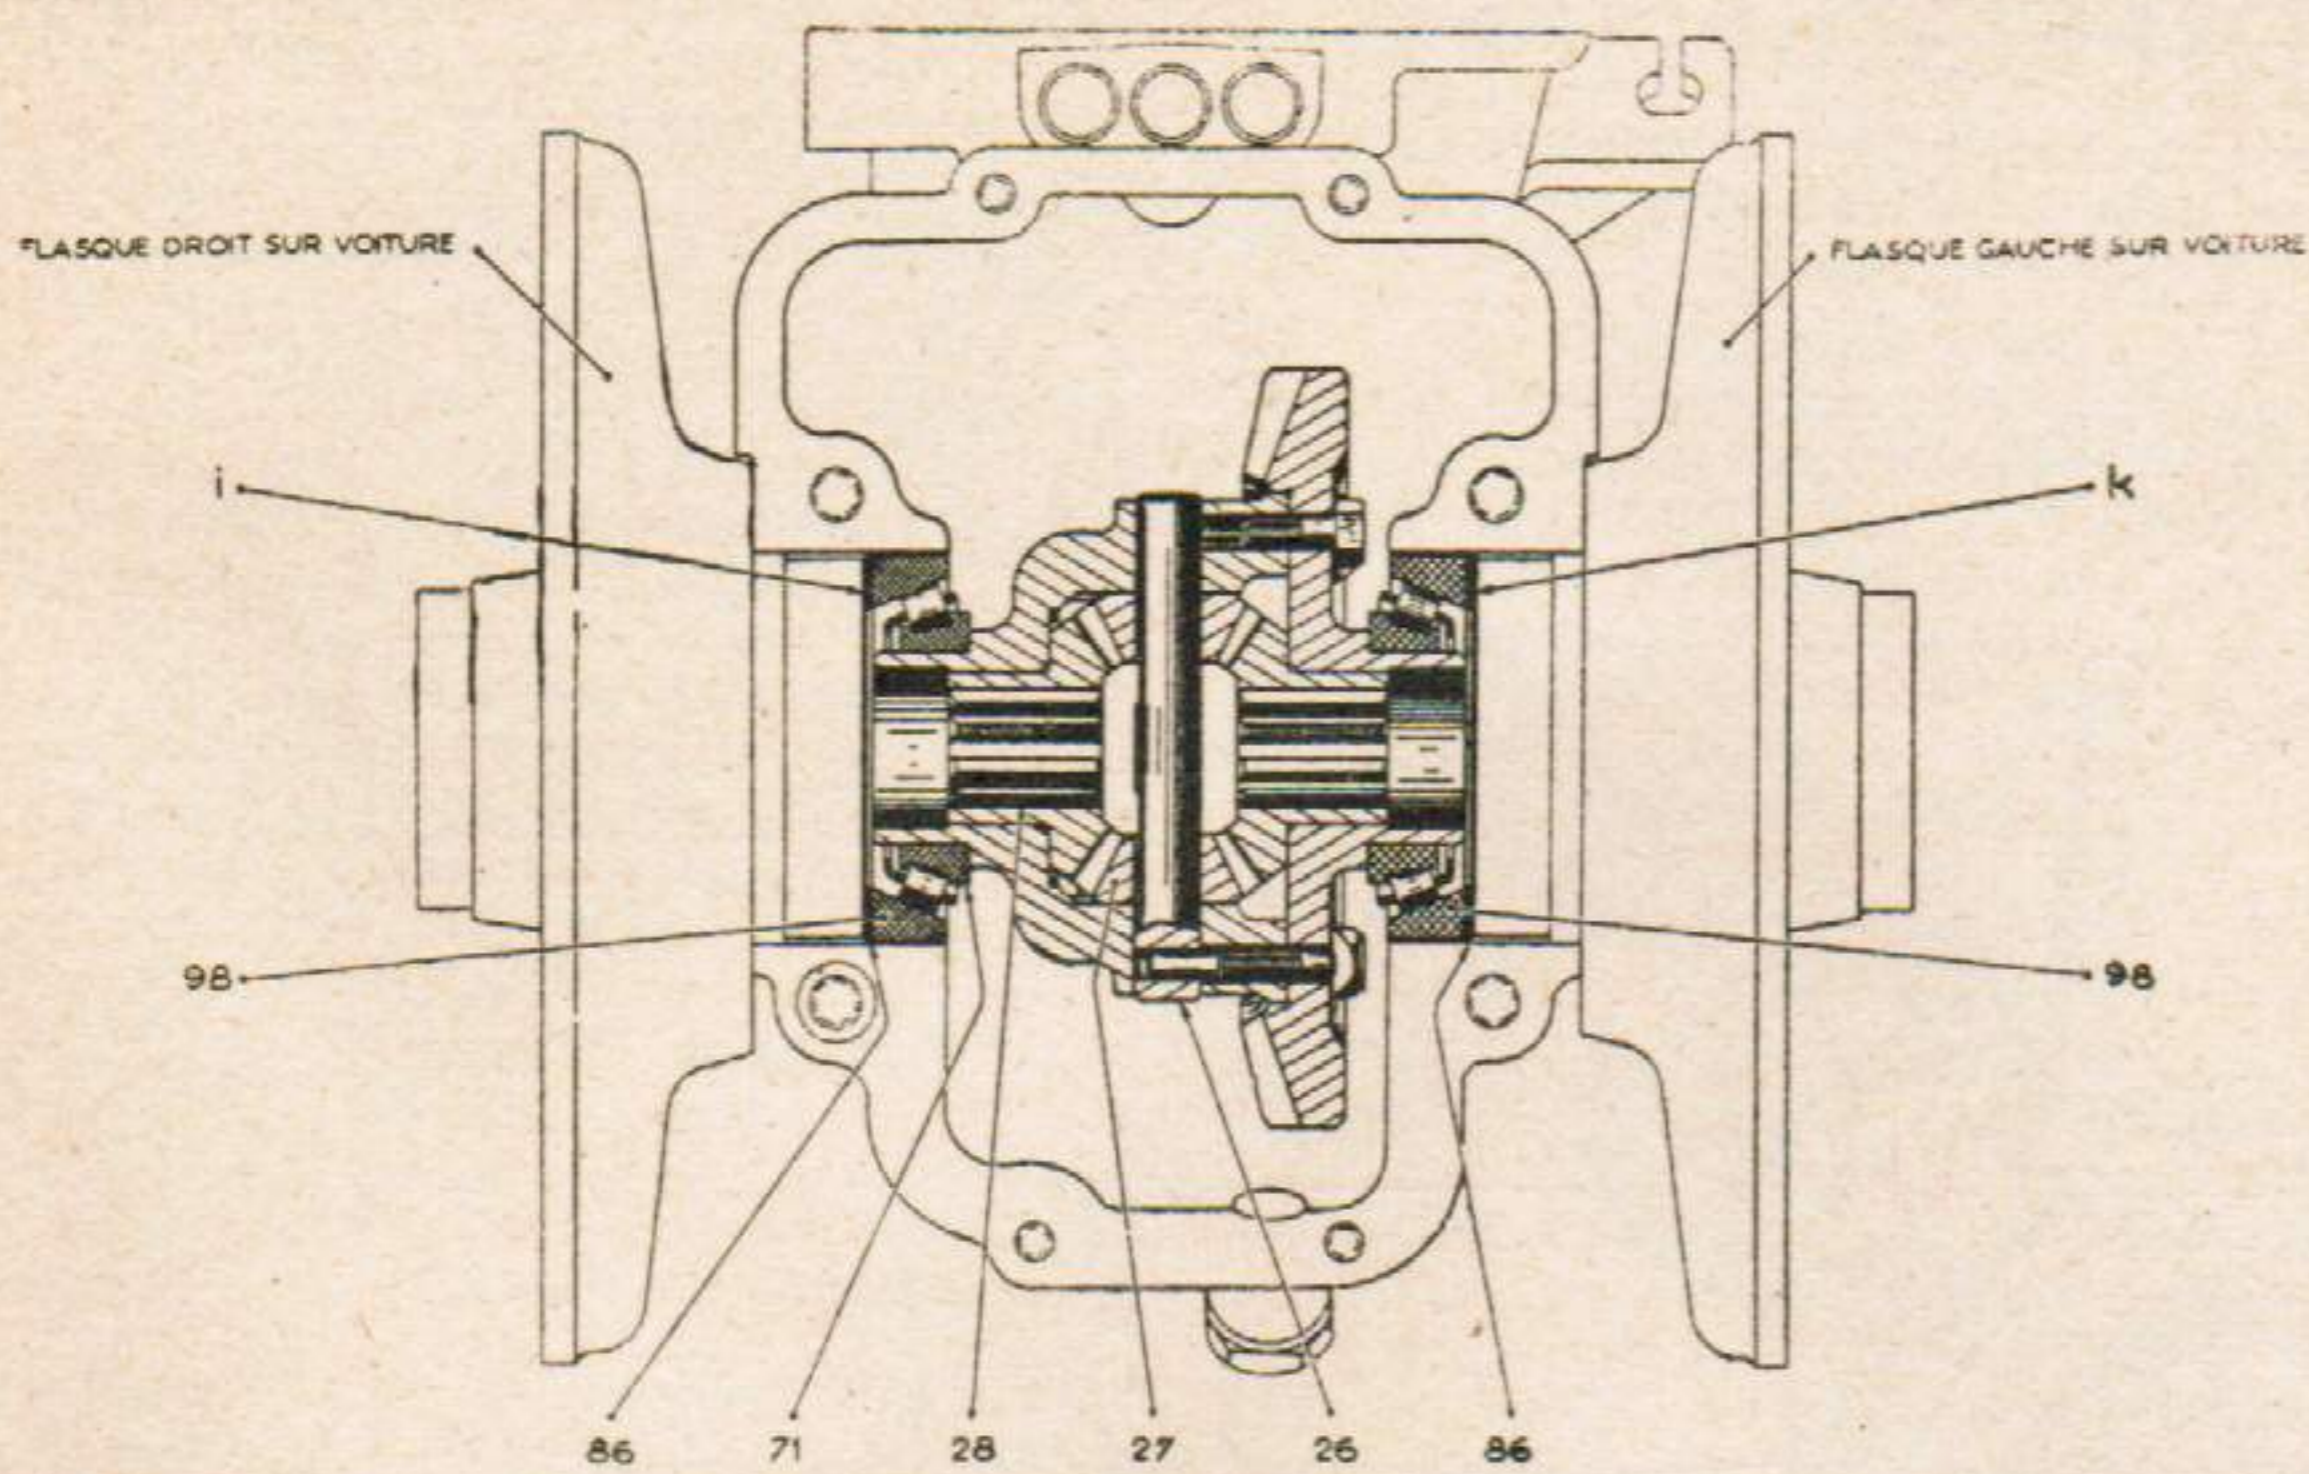

Fig. 24. — Vue en coupe du différentiel (par l'avant de la voiture)
1° Huiler les roulements, mettre en place leurs couronnes extérieures (98) (figure 24) sur les galets et présenter l'ensemble du différentiel dans les demi-alésages du carter.
d) Mettre en place la totalité des cales de réglage (86) (figure 24) (choisies précédemment), contre la couronne extérieure du roulement droit. Monter le plateau droit avec sa transmission, le maintenir serré par les trois écrous.
g) Déterminer l'épaisseur de cales (86) (figure 24) à prélever en « i » et à placer en « k ». (Le déplacement d'une cale de réglage de 0,1 mm d'épaisseur fait varier le jeu d'engrenement de 0,07 mm environ.
h) Déposer le plateau D; prélever en « i » sur les cales (86) la quantité nécessaire pour réaliser l'épaisseur calculée en g) (soit 0,90 mm pour l'exemple choisi). Remonter le plateau en interposant les cales (86) restantes,
n) Coller, à la graisse, les cales de réglage (86) contre les couronnes extérieures des roulements (figure 24).
- Placer le deuxième planétaire (28) (figure 24) sur les deux satellites. Accoupler la couronne (la portée du planétaire préalablement huilée), au boîtier.
- Monter les roulements coniques (71) à la presse (à l'aide d'un tube).